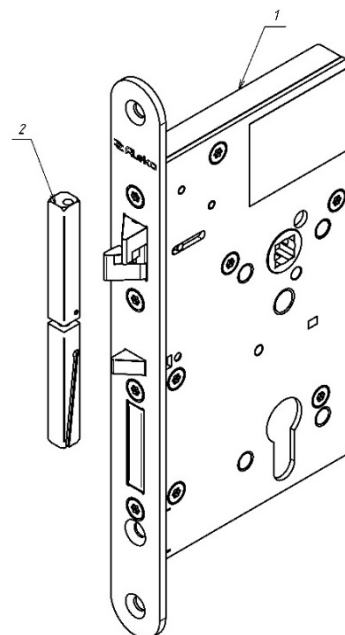

Рисунок 1
3.1 В комплект поставки замка ALM-520M/65EM входят (рисунок 1):
- Корпус (1)..... – 1 шт.
- Разрезной квадрат ручки 8x8 мм (2)..... – 1 шт.